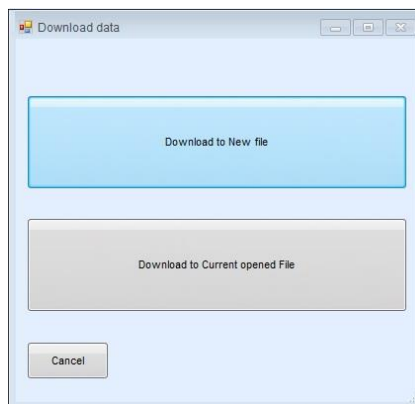

Abbildung 8.3: Auswahlfeld für Download-Optionen
- Wenn die Datenstrukturdatei bereits im Benutzerarbeitsbereich geöffnet ist, wird das Auswahlfeld für die Download-Optionen geöffnet, **Abbildung 8.3**: